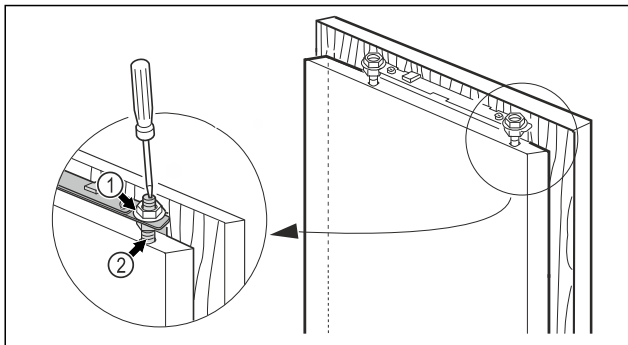

Fig. 49
- ▶ Zategnite protimatice Fig. 49 (1) s šestkotnim ključem 13, pri tem pa nastavitvene zatiče Fig. 49 (2) pridržite z izvijačem.